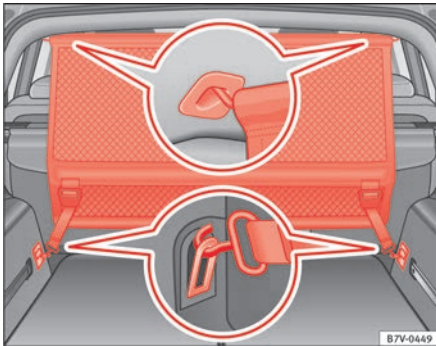

Abb. 94 Im Gepäckraum: Netztrennwand hinter der zweiten Sitzreihe einbauen.
- Netztrennwand in der hinteren linken Aufnahme im Dach einhängen ⇒ Abb. 94 ①. Darauf achten, dass die Querstange über die obere Position hinaus nach unten gezogen wird.
- Beide Haltehaken der Netztrennwand in die vorderen Verzurösen im Gepäckraum ② einhängen und die Gurte fest spannen. ▶